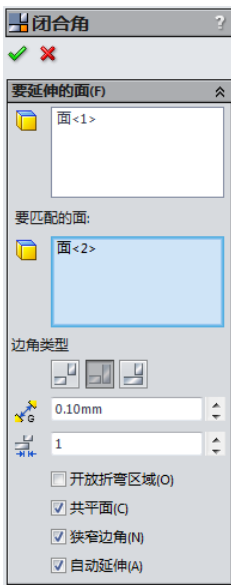

图 7-49 选择需要延伸的面
(1) 单击“钣金”工具栏中的“闭合角”按钮，或执行“插入”→“钣金”→“闭合角”菜单命令。系统打开“闭合角”属性管理器，选择需要延伸的面，如图 7-49 所示。